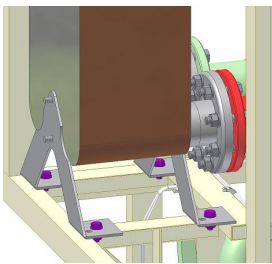

Рис. 6.2-5
6. Разъедините четыре винтовых соединения М12 в нижней части теплообменника (обозначена фиолетовым цветом на рис. 6.2-5).